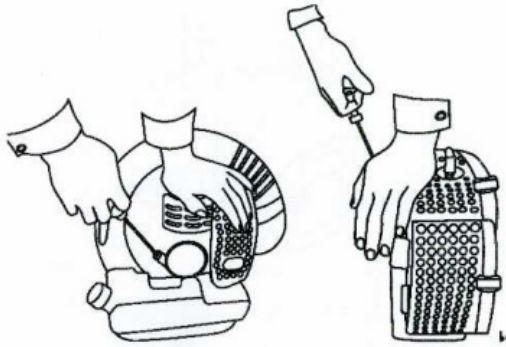

Fig. 4
4. drehen Sie den Gashebel in die Ausgangsposition (siehe Abb. 4).